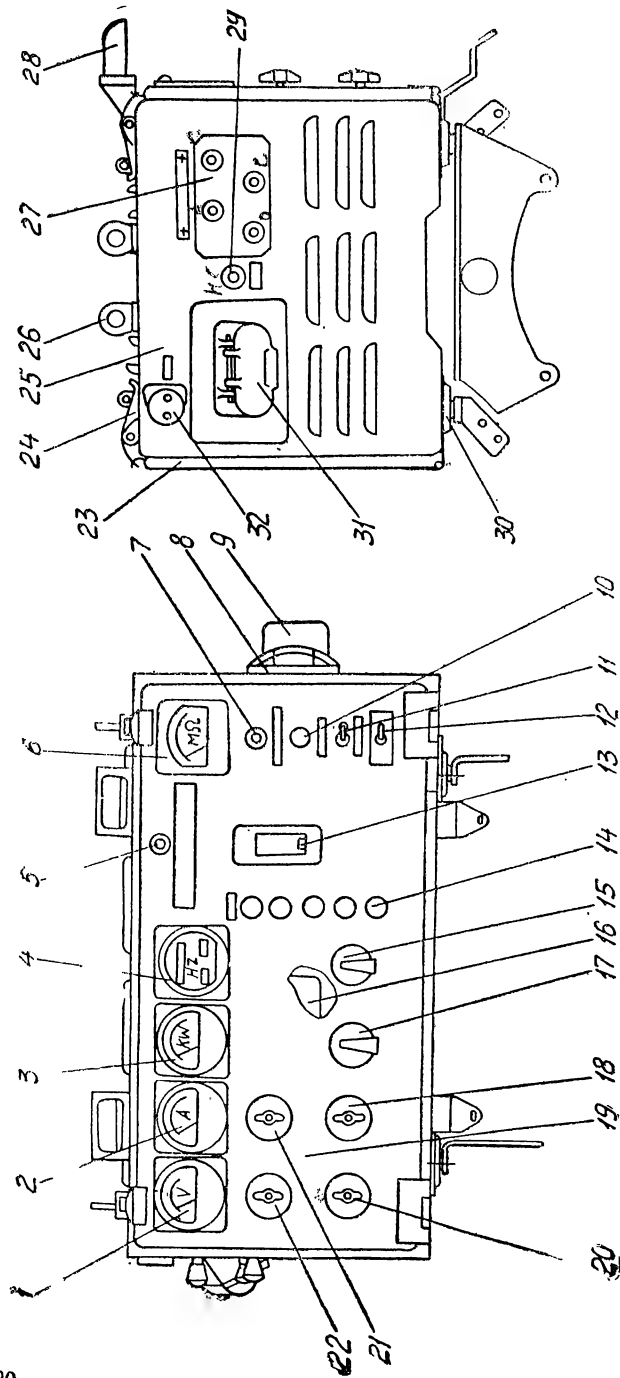
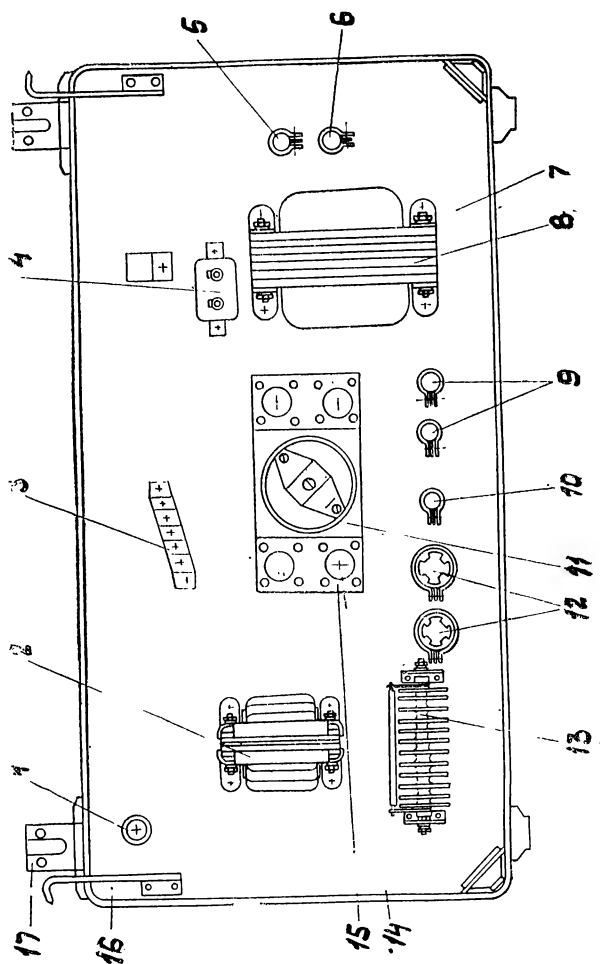

Рис. 9. Щит управления:
Рис. 11. Панель регулятора напряжения агрегата АД-10-Т/400-М:
**Щит управления** (рис. 9) предназначен для управления и контроля за работой агрегата и потребителей. На щите управления смонтированы контрольно-измерительные приборы, коммутационная, сигнальная и защитная аппаратура.
Для доступа к монтажной схеме щита управления приборная панель и панель регулятора напряжения открываются на петлях вниз до горизонтального положения и удерживаются ограничителями (рис. 11). В рабочем положении эти панели закрепляются замками (рис. 9).
Прибор Ф419 состоит из релейного устройства, установленного в блоке аппаратуры, показывающего устройства, сигнальной лампы и кнопки проверки прибора, размещенных на приборной панели щита управления (рис. 9 и 10). Отключается прибор от схемы агрегата выключателем.
**Панель регулятора напряжения.** Регулятор напряжения предназначен для регулирования напряжения на зажимах генератора и равномерного распределения реактивной нагрузки между параллельно работающими агрегатами. Все элементы регулятора установлены на панели (рис. 11), которая соединяется с блоком аппаратуры при помощи петель. В горизонтальном положении панель удерживается ограничителями. На панели расположены угольный регулятор напряжения, трансформатор напряжения, стабилизирующий трансформатор, блок селеновых выпрямителей, конденсатор и резисторы для настройки регулятора напряжения.